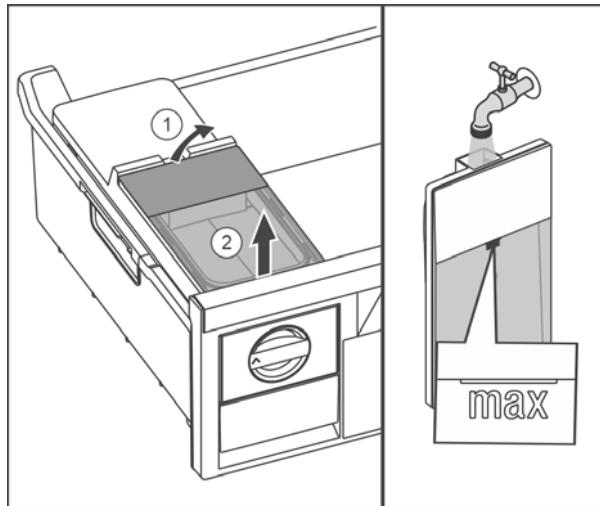

Fig. 38
- Поднять бак для воды сзади Fig. 38 (1) и извлечь движением верх Fig. 38 (2).